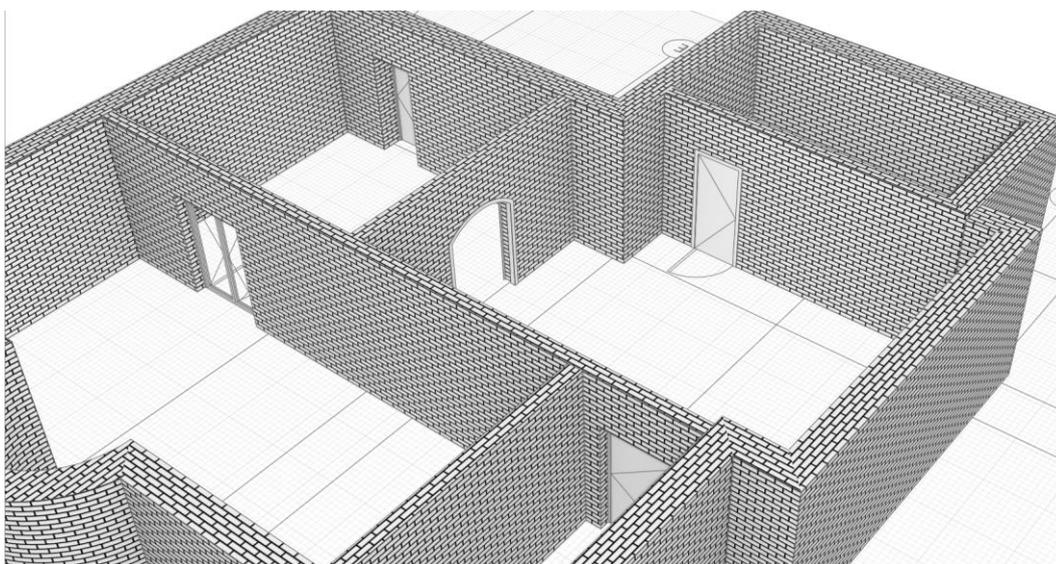

Рис. 6 Вставка дверей
7. Вставляем ещё одни двери. Параметры: высота – **2100 мм.**, ширина – **900 мм.**, стиль - **однополюсная распашная (глухое темное)**, марка – **Д5**. Вставляем дверь (рис. 6)